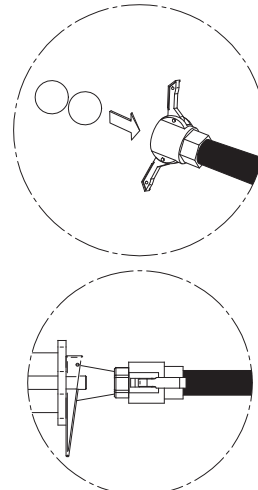

ABB. 8
- In die noch mit Material gefüllten Schläuche zwei Waschschwämme einführen und den Schlauch an die Sammelleitung anschließen (Abb. 8).